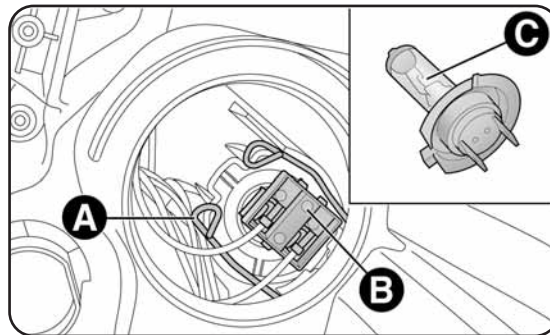

fig. 16
- sganciare la molletta fermalampada A-fig. 16;